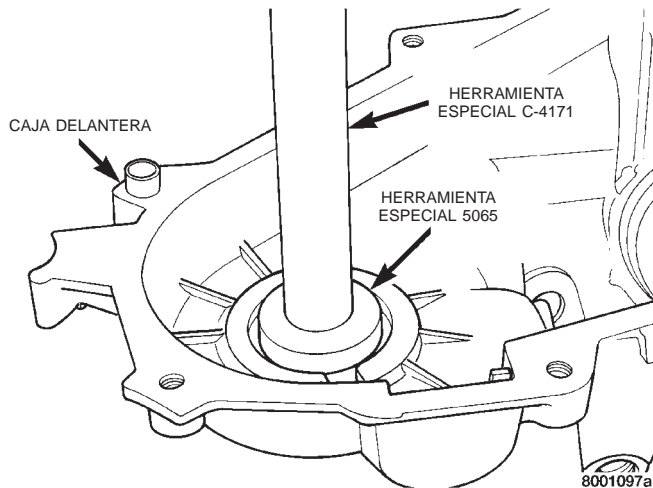

Fig. 42 Desmontaje del cojinete del eje transmisor delantero
(3) Retire el cojinete con el mango C-4171 y la herramienta 5065 (Fig. 42).